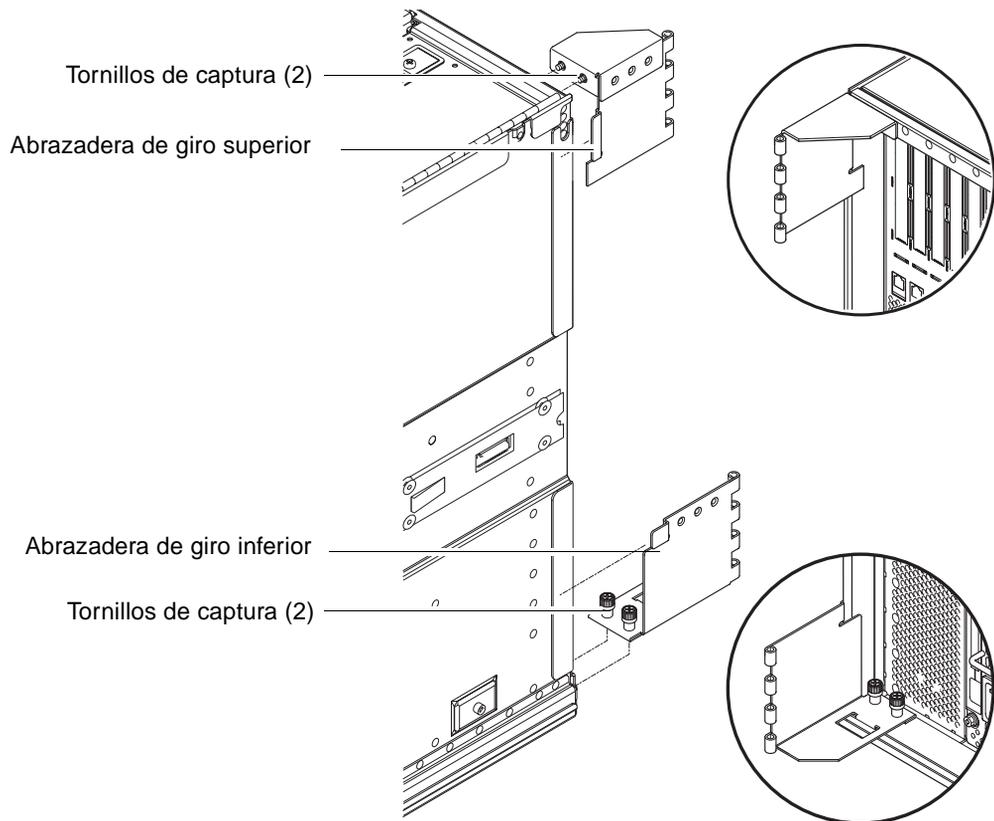

FIGURA 1-19 Instalación de las abrazaderas de giro inferior y superior
2. Extraiga el pasador de la abrazadera de giro inferior de la abrazadera de gestión de cables de alimentación (FIGURA 1-19).
3. Fije la abrazadera de giro superior al sistema utilizando los dos tornillos de captura (FIGURA 1-19).
4. Fije la abrazadera de giro inferior utilizando los dos tornillos de captura (FIGURA 1-19).